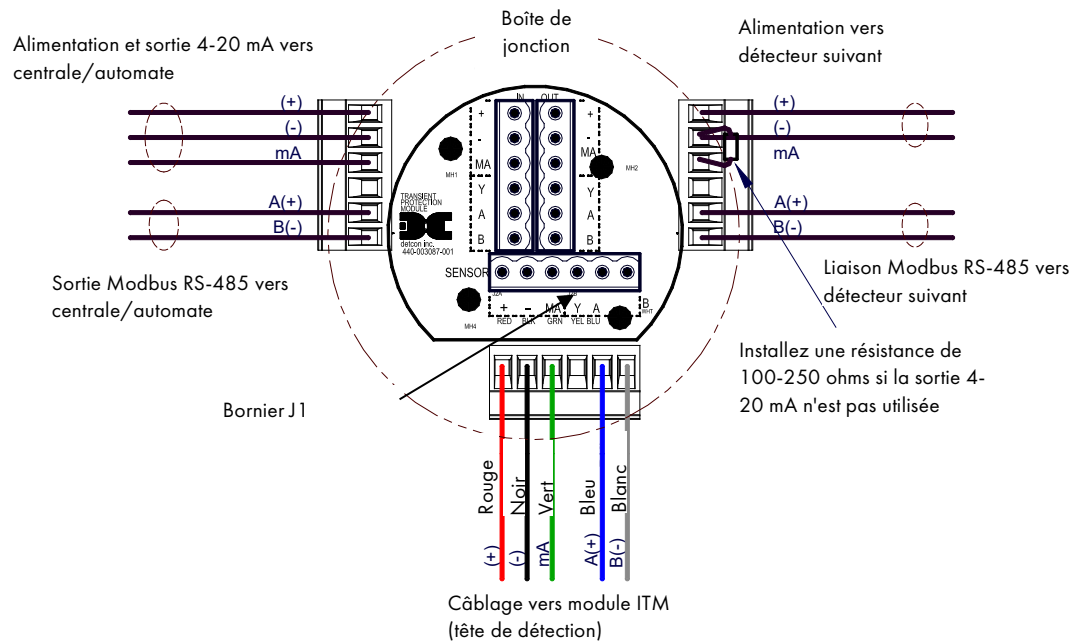

Figure 8 : Connexions
Avant de commencer les travaux, reportez-vous aux Figure 7 et Figure 8.
a) Retirez le couvercle de la boîte de jonction pour accès aux borniers de raccordement (voir Figure 8 : Connexions.